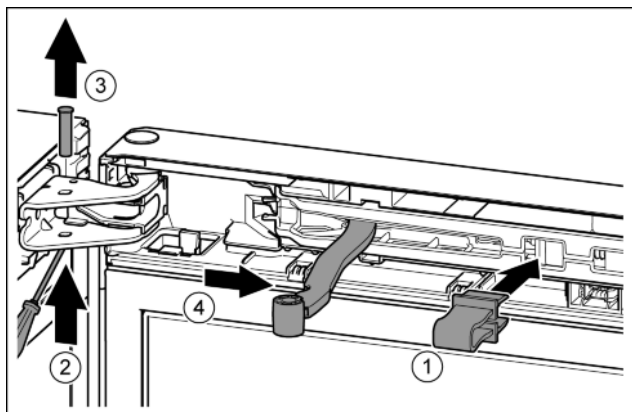

Fig. 13
- Zakvačite osigurač u otvor. *Fig. 13 (1)*
- Odvijačem odvijte svornjake. *Fig. 13 (2)*
- Skinite svornjake prema gore. *Fig. 13 (3)*
- Okrenite zglob u smjeru vrata. *Fig. 13 (4)*